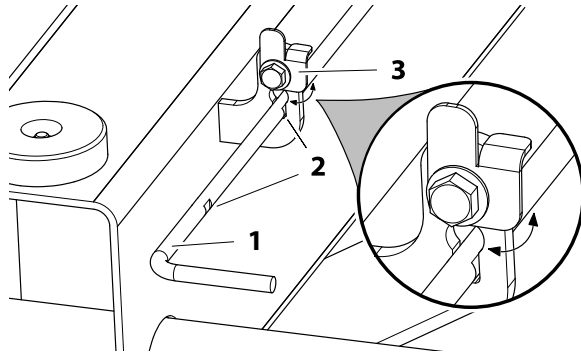

Figura 6-5. Tirante atuador da escora de segurança
2. Rodar a placa de retenção do tirante e libertar o tirante atuador da escora de segurança na parte dianteira da máquina. (Ver a Figura 6-5.)